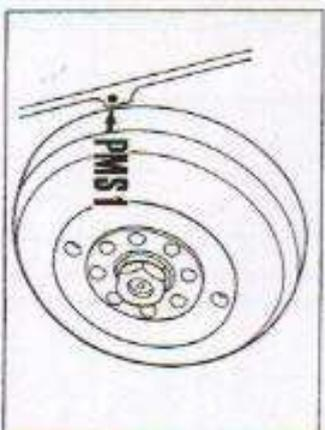

Fig. 8
1 - Azzerare la freccia sul volano marcata PMS1 con il riferimento sul carter (fig. 8).
- 1 - Ruotare l'albero motore fino che la tacca sul volano indicata con ANT. 1 sia in corrispondenza con quella sul carter (fig. 8).